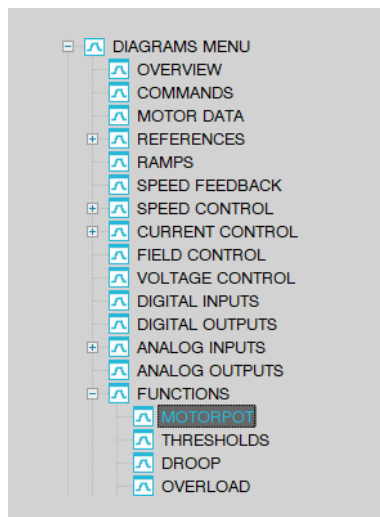

Figura 6-82: Posizionamento del menù Motorpot nella lista dei diagrammi
Se IPA 4056-**Jog selection** è settato come **Ramp ref** l'uscita **Jog output** agisce direttamente a valle della catena del riferimento di rampa e tutti i contributi precedenti (**Ramp ref 1 mon**, **Ramp ref 2 mon**, **Multi speed**, **Motopotenziometro** e **Test generator**) vengono bypassati (vedi figura 6-82). In tal caso l'uscita del Jog agisce direttamente su **Ramp reference** ed è quindi sottoposta all'azione della funzione rampa.